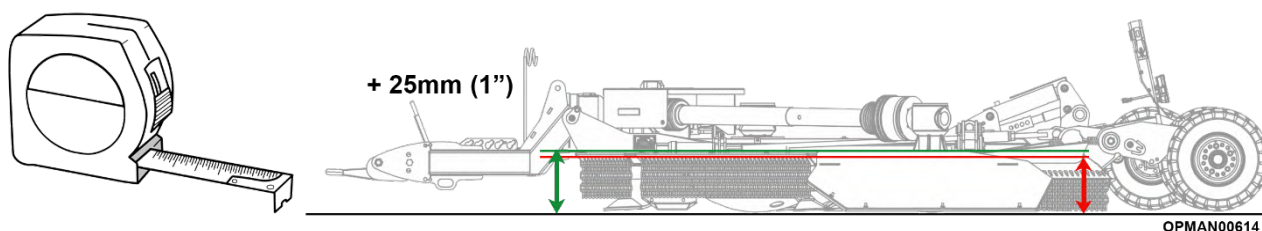

Figure 4.18 – Tuffcut 480/650/830 – Mise à niveau avant/arrière de la machine
4.7.1.2 Mesurez la distance de chaque extrémité du haut de la barre d'articulation au sol ; voir la Figure 4.18 pour déterminer la hauteur de l'avant et de l'arrière de la machine.
NOTE : N'oubliez pas que les roues peuvent s'enfoncer si la machine roule sur un sol meuble pendant l'utilisation, ce qui modifie la hauteur de coupe réelle ; voir la Figure 4.18. Par mesure de précaution, réglez la hauteur de coupe légèrement plus haut lors de la préparation pour tenir compte de cet enfoncement. Évaluez ensuite la zone de travail et effectuez un nouveau réglage au besoin.